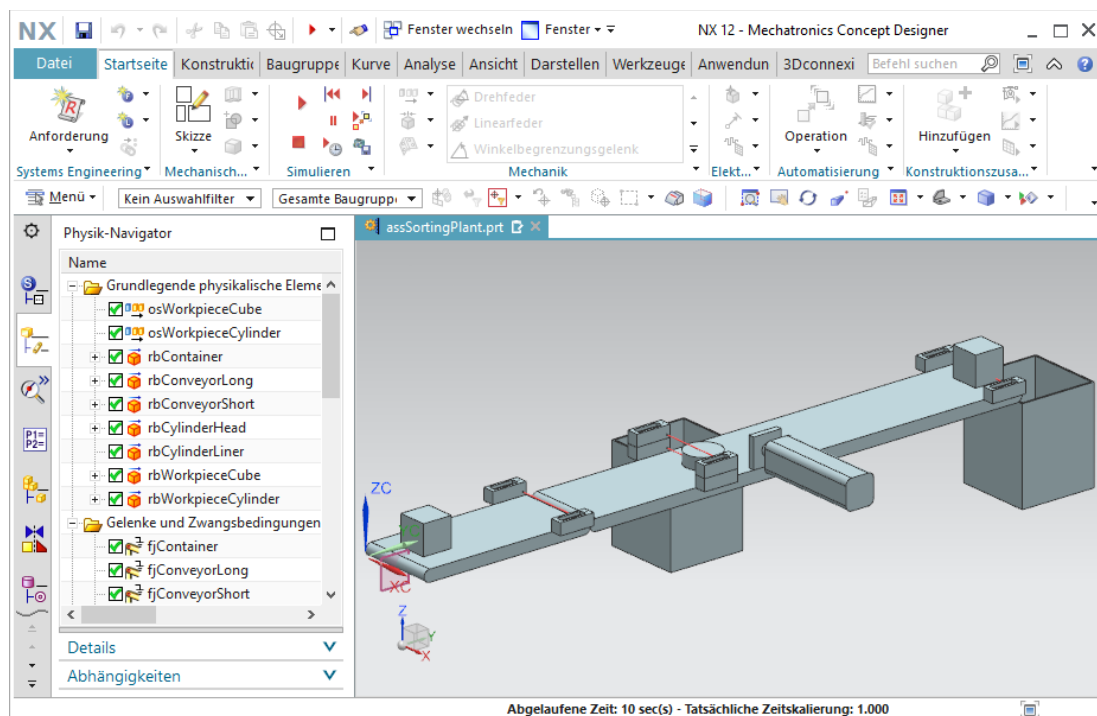

Abbildung 55: Simulation der Objektquellen in MCD
- Testen Sie das Verhalten durch Starten einer Simulation. Vorher sollten Sie jedoch die Geschwindigkeitsregler der Transportbänder zu der Laufzeitüberwachung hinzufügen und dafür sorgen, dass ausschließlich die beiden Regler "**scConveyorShortConstSpeed**" und "**scConveyorLongConstSpeed**" aktiv sind. Stellen Sie zusätzlich über die Laufzeitüberwachung nach Hinzufügen beider Objektquellen sicher, dass diese ebenfalls aktiv sind. Gehen Sie dabei vor, wie in Kapitel 4.3, "**Abschnitt: Hinzufügen & Steuern einer Eigenschaft in der Simulation**" beschrieben. Durch Starten der Simulation, wie in Kapitel 7.1, "**Abschnitt: Starten & Stoppen einer Simulation in MCD**" angegeben, können Sie beobachten, wie in einem Abstand von 5 s jeweils ein anderes Werkstück der Simulation hinzugefügt wird (siehe Abbildung 55).